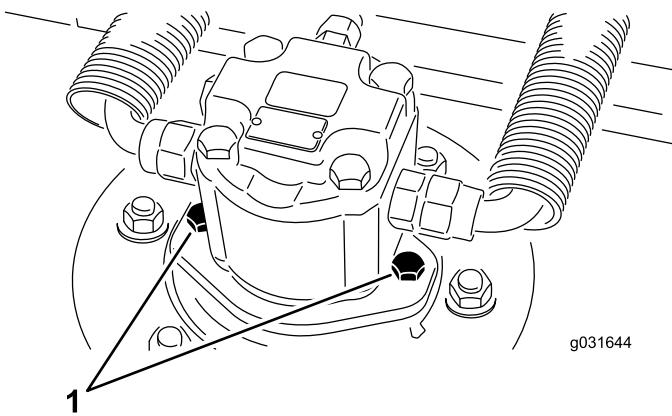

Figure 68
2. Retirez les vis du moteur hydraulique, puis débranchez et déposez le moteur hydraulique de l'unité de coupe (Figure 68).
- À l'aide des vis de fixation du moteur hydraulique, reposez le moteur hydraulique sur l'unité de coupe (Figure 68).